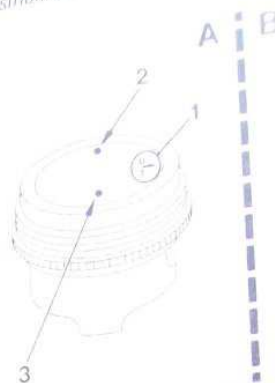

FIG.9
Pistons en alliage léger à tête légèrement creusé et comportant 3 segments. Les pistons sont disponibles en 3 classes repérées par les lettres A, B et C frappées sur la tête du piston (Fig.9). Un autre repère est également frappé sur la tête du piston. Il indique l'appariement avec l'axe.
À la repose, orienter la flèche gravée sur la tête du piston vers la distribution (Fig.9).
- 1 segment coup de feu avec profil bombé (4) (Fig.9).
- 1 segment d'étanchéité avec profil conique en "bec d'aigle" (5).
- 1 segment racleur avec expandeur (6).